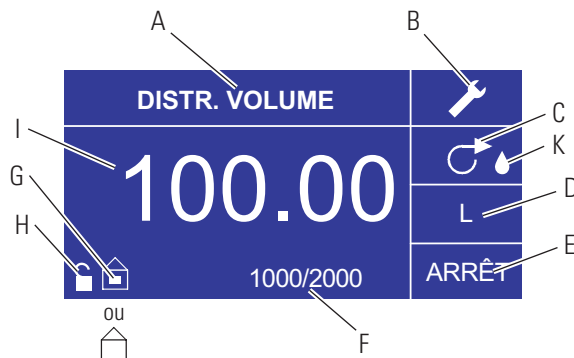

Figure 3-10. Ecran du Mode distribution de volume
6. **Réglage de la Durée d'arrêt de la pompe :** Utiliser le pavé directionnel et la touche ENTRÉE pour sélectionner ARRÊT sur l'affichage (voir position E, Figure 3-10) afin de saisir la DURÉE D'ARRÊT. Utiliser le pavé directionnel et la touche ENTRÉE pour régler le régler la durée d'arrêt de la pompe. Le minuteur au centre de l'écran apparaît en surbrillance, et l'utilisation des flèches VERS LE HAUT/VERS LE BAS permet d'augmenter/de diminuer le chiffre le plus à droite de l'intervalle de temps. Si l'on appuie une seconde fois sur ENTRÉE alors que le minuteur est en surbrillance, on peut naviguer d'un chiffre à l'autre à l'aide des flèches VERS LE HAUT/VERS LE BAS; pour changer de chiffre, utiliser les flèches GAUCHE/DROITE. Après avoir sélectionné un temps d'ARRÊT optimal, appuyer de nouveau sur ENTRÉE pour valider. L'entraînement s'arrêtera maintenant pendant la durée inscrite au centre de l'écran. **REMARQUE :** Si la Durée d'arrêt est réglée sur 00:00:00, il est alors nécessaire d'appuyer sur la **touche** MARCHE/ARRÊT du pavé numérique ou du connecteur E/S à distance pour que l'entraînement commence la distribution suivante.
7. **Réglage de la taille du lot :** Utiliser le pavé directionnel et la touche ENTRÉE pour sélectionner l'icône Compte de lot à partir du menu de fonctionnement (voir position F, Figure 3-10). Sur l'écran Compte de lot, utiliser les flèches VERS LE HAUT/VERS LE BAS pour sélectionner la taille du lot. Appuyer sur ENTRÉE pour valider la taille du lot. Si le réglage indique zéro (0), l'entraînement fonctionne pendant un nombre infini de cycle et le symbole ∞ est affiché. Sélectionner QUIT. pour revenir à l'écran de fonctionnement de l'entraînement.
9. **Réinitialisation du compte de lot :** Utiliser le pavé directionnel et la touche ENTRÉE pour sélectionner l'icône Compte de lot (voir position F, Figure 3-10). Sur l'écran COMPTE DE LOT, sélectionner RÉINITIAL. et appuyer sur la touche ENTRÉE pour réinitialiser le compte de lots. Sélectionner QUIT. pour revenir à l'écran de fonctionnement du MODE REPETER.